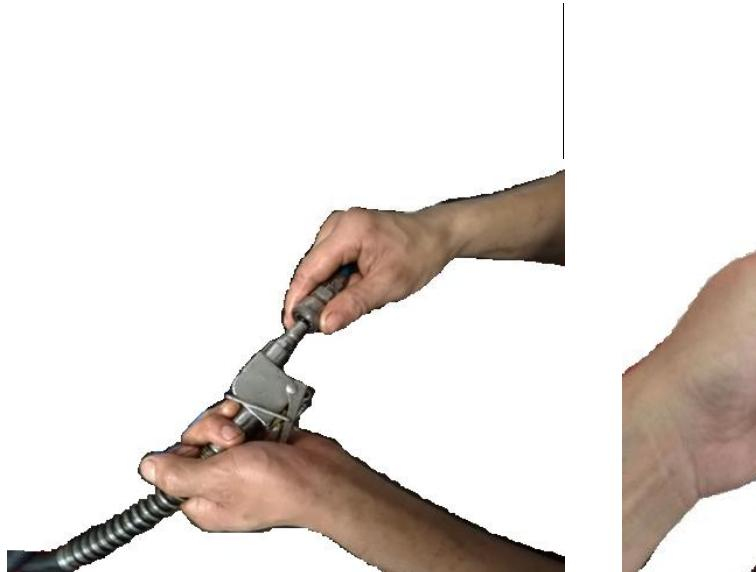

рис.1
8. Присоедините разъем пневмопривода пресса к разъему пневмошланга компрессора (рис.1).